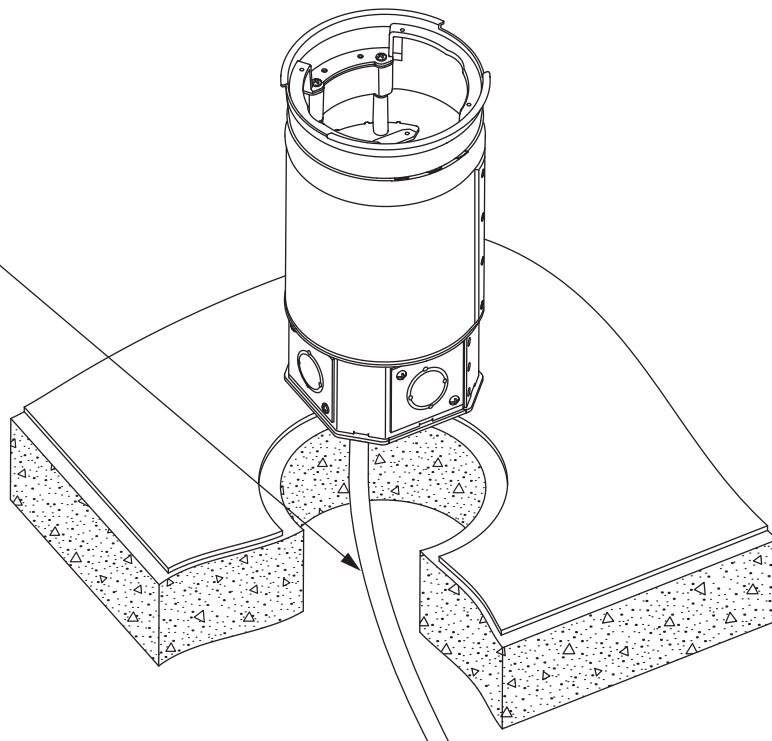

FIGURA 15
- 6.2 **IMPORTANTE:** Si se utiliza un conducto flexible, se pueden hacer las conexiones eléctricas antes de insertar el dispositivo Poke-Through en el orificio. El conducto flexible DEBE conectarse a la parte inferior de la caja de conexiones (vea la Figura 15).